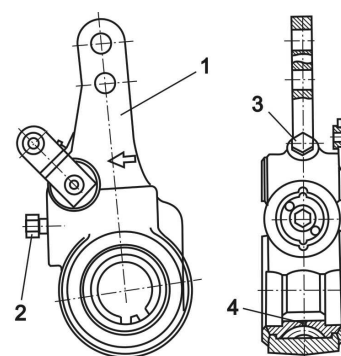

Рис. 6-9 Регулятор тормоза РТ-40
1. Утопить фиксатор 2 (рис. 6-9) регулятора тормоза и вращать ключом против часовой стрелки до возврата разжимного кулака тормоза в исходное положение. При этом зазор между тормозной накладкой и барабаном станет максимальным.
3. Утопить фиксатор 2 (рис. 6-9) внутрь регулятора до упора, нажав на его торец пальцем. Удерживая фиксатор в утопленном положении, вращать его ключом вправо до совмещения отверстий корпуса регулятора и вилки тормозной камеры.
Обслуживание регулятора тормоза заключается в добавлении смазки ЖТ-72 в количестве (40...50) г один раз в год путем нагнетания через отверстие, закрываемое пробкой 3 (рис. 6-9).